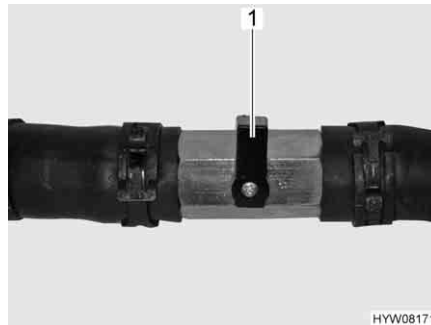

Fig. 70 Rubinetto chiuso
- Posizionare la leva (Fig. 70,1) verticalmente rispetto alla tubazione (Fig. 70).